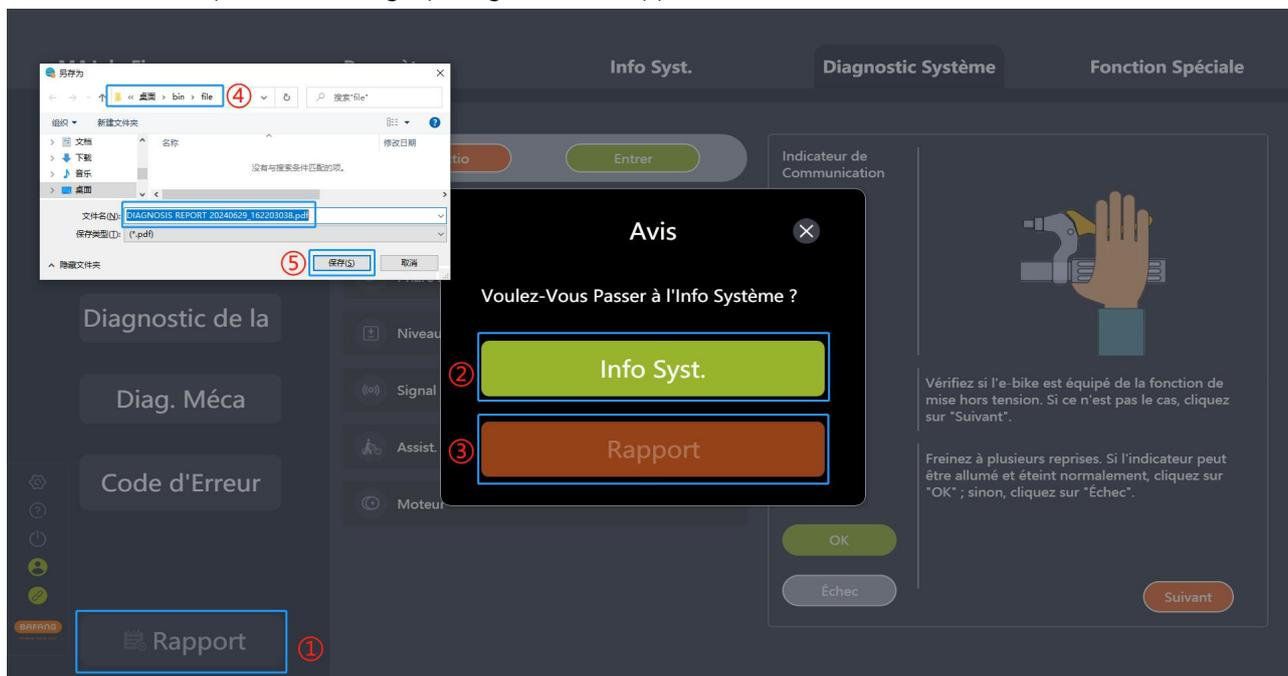

Fig. 7-9 Créer un Rapport dans le Diagnostic Système
- (1) Cliquez sur "Rapport", et une fenêtre contextuelle vous demandera "Voulez-Vous Passer au Diagnostic du Système ?" (Fig. 7-9).
- (2) Pour le diagnostic du système, cliquez sur "Diagnostic Système" pour y accéder.
- (3) Cliquez sur "Rapport".
- (4) Sélectionnez le chemin de sauvegarde local.
- (5) Cliquez sur "Sauveg." pour générer un rapport PDF.